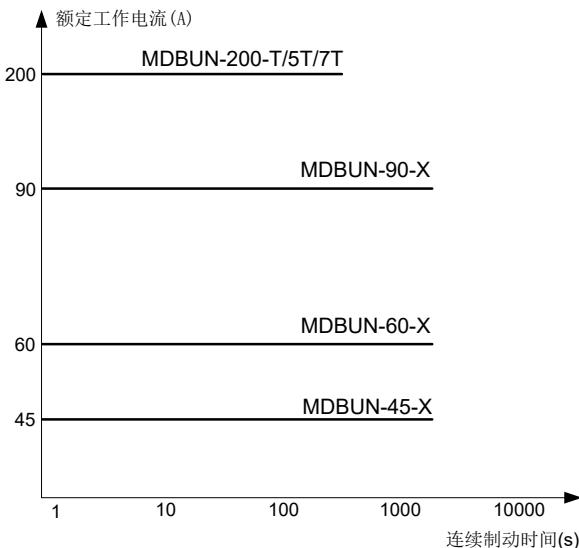

图 1-4 MDBUN 系列制动单元负载曲线图
- (1) 在图 1-4 中，X 代表 2T、T、5T 三种电压等级的制动单元。
- (2) 图 1-4 中的曲线表示制动单元在额定电流下的最长连续制动时间，其中 MDBUN-200-T/5T/7T 的最长连续制动时间是 4min，而且制动频度不超过 50%，即间隔时间不小于 4min；MDBUN-45-X、MDBUN-60-X 和 MDBUN-90-X 的最长连续制动时间是 30min，而且制动频度不超过 50%，即间隔时间不小于 30min。